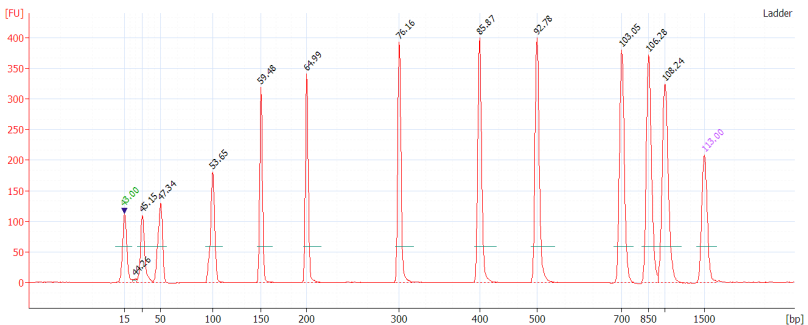

Figura 8: Elettroferogramma del ladder
3. Verificare che il profilo del [Ladder Plot] (tracciato del ladder) sia simile a Figura 8 di seguito e contenga 13 picchi di cui il più basso è a 15 bp e il più alto a 1.500 bp (sono i marcatori che saranno presenti in ogni campione letto) con una linea di base piatta (vedere Figura 8).